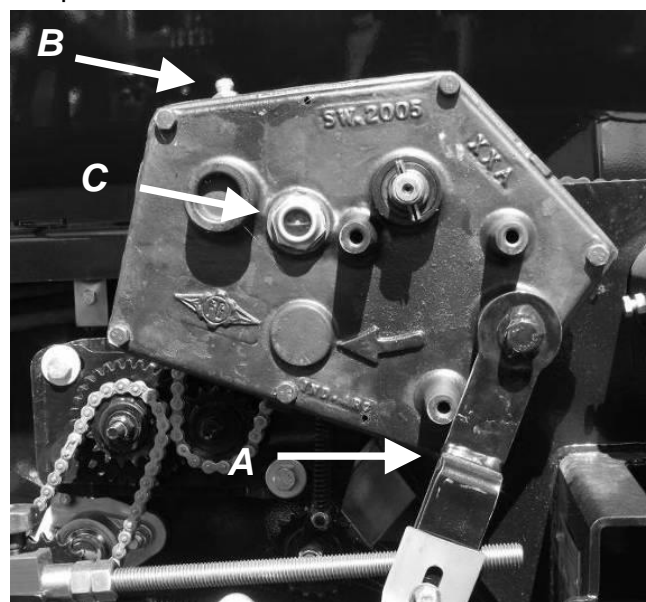

Figure 23
- ☞ La transmission variable [Figure 23] qui entraîne le système de distribution utilise de l'huile trans-hydraulique claire . Contenance : 1.75 litres.
Pour vidanger l'huile, enlevez le bouchon de vidange [figure 23, **A**] au bas du carter de la transmission. Pour faciliter l'écoulement, enlevez le bouchon de remplissage [figure 23, **B**]. Réinstallez le bouchon de vidange, puis remplissez la transmission avec de l'huile trans-hydraulique claire jusqu'au niveau recommandé. Une fenêtre indique le niveau d'huile à froid [figure 23, **C**] . Vérifiez le niveau d'huile à tous les jours, remplir au besoin.